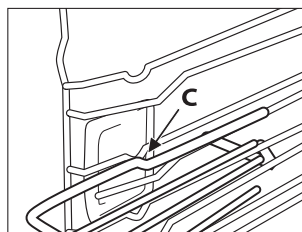

Fig. 3
3. Coloque nuevamente la rejilla o entrepaños en posición horizontal y empújela hasta el fondo "C" (Fig 3).